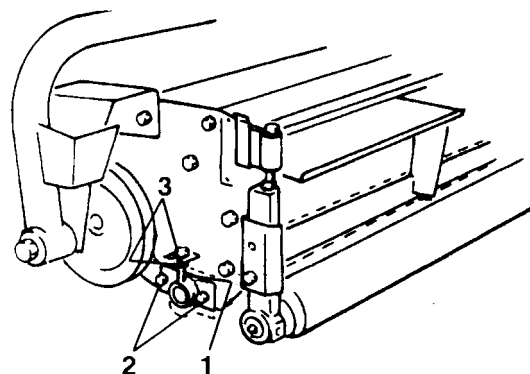

Fig. 42
4. Løsn boltene (2 stk.) på bundknivens justeringsanordning (Fig. 42).